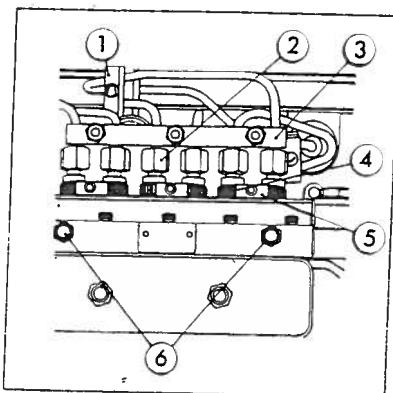

Fig. 21 Innsprøytningspumpe
- Ta av klemmene til dyserøret (fig. 21).